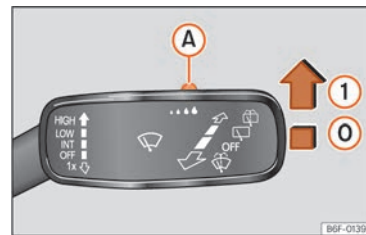

Fig. 75 Palanca de l'eixugaparabrises: ajustar el sensor de pluja **A**.
Pressioneu la palanca a la posició desitjada >>> **fig. 75**.
- ① Sensor de pluja activat; escombrada automàtica, si cal.
Si es desconnecta l'encesa i es torna a connectar, el sensor de pluja segueix activat i torna a funcionar quan l'eixugaparabrises està en la posició »» fig. 75 ① i se circula a més de 16 km/h (10 mph).